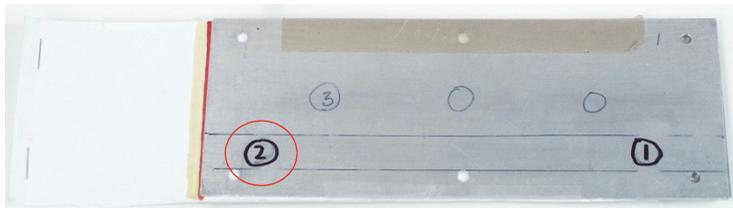

图 5-103 标准试块的位置 2
7. 将探头放置在位置 2 上 (参见第 187 页的图 5-103)，然后按冻结键 (❄️)。